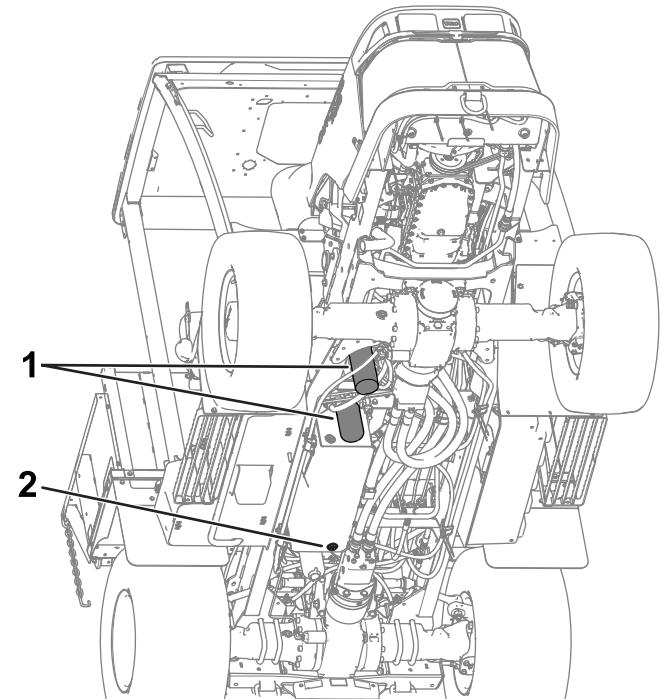

Figure 124
5. Retirez le bouchon de vidange situé au fond du réservoir et faites couler l'huile dans le bac de vidange (Figure 124).
8. Placez un bac de vidange sous le filtre et enlevez le filtre (Figure 124).